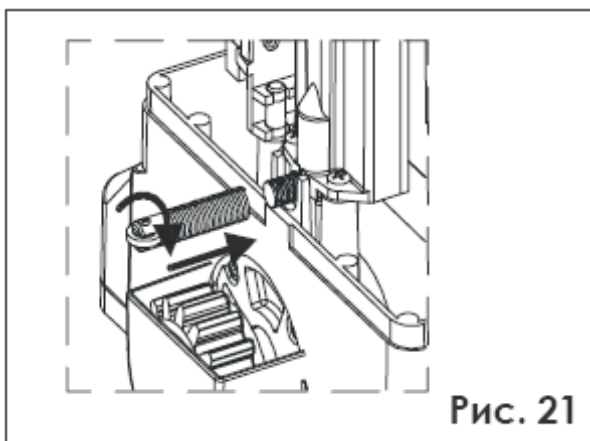

Рис. 21
- ⌚ Установите пружину, поворачивая ее по часовой стрелке (рис.21), пока она не застопорится (рис.22).